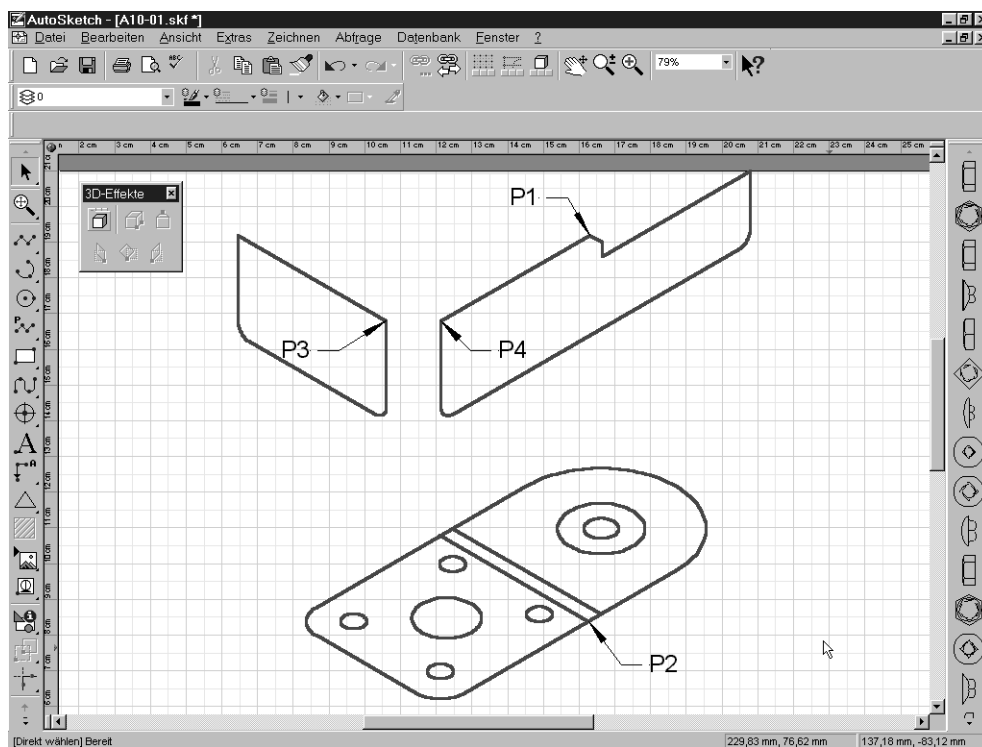

Abbildung 10.7: Montage der isometrischen Ebenen
- Verschieben Sie die obere rechte Kontur mit dem Befehl VERSCHIEBEN (Abrollmenü BEARBEITEN, Untermenü TRANSFORMIEREN, Funktion VERSCHIEBEN). Bringen Sie dabei den Punkt P1 (siehe Abbildung 10.7) auf den Punkt P2.